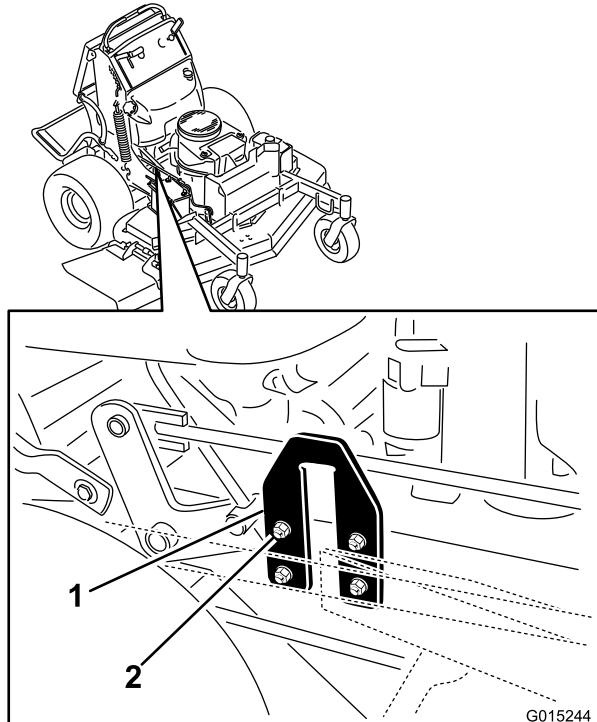

図 83
2. エンジンデッキの側面についているUプレートを探し出す(図83)。
3. 片側のUプレートをゆるめて、上または下に移動させて、**B**と**C**との測定値の差が6mm以内になるようにする(図83)。